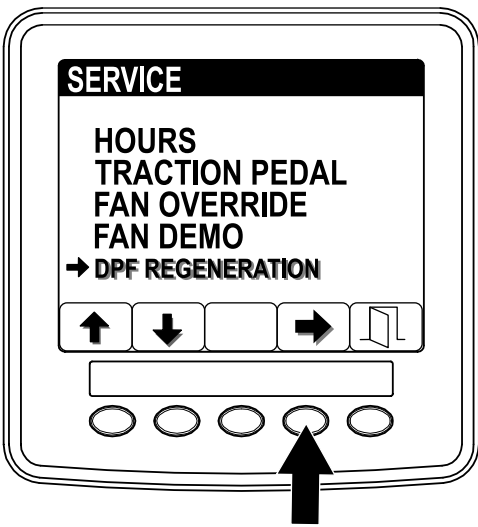

图4
- 访问 Service（维护）菜单，按 1 号或 2 号按钮滚动至 DPF REGENERATION（DPF 再生）选项（图4）。
- 按 4 号按钮选择 DPF Regeneration (DPF 再生) 条目 (图4)。